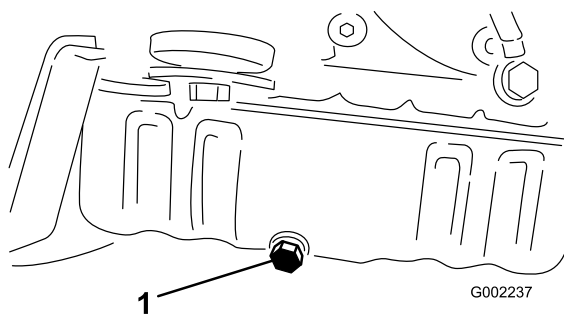

Figura 41
5. Togliete il tappo di spurgo. (Figura 41).